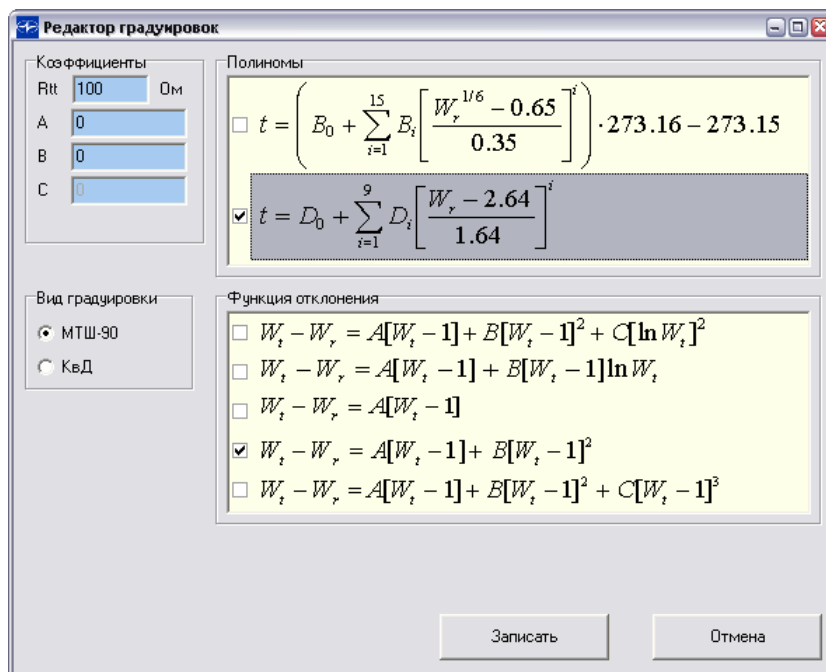

Рисунок 3.7
- открыть окно редактора градуировок (рисунок 3.7), нажав кнопку «Правка»;